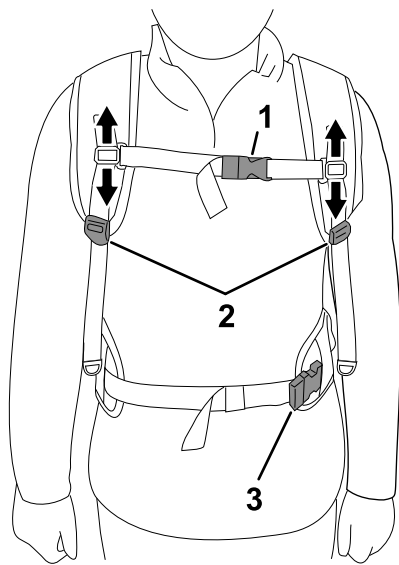

Bild 9
1. Legen Sie den Rucksack an den Schultergurten an und beugen Sie sich nach vorne, so dass der Rucksack bequem auf dem Rücken liegt. Legen Sie den Hüftgurt um und schließen Sie die Hüftgurtschnalle, ziehen Sie den Hüftgurt fest, damit er in Position bleibt (Bild 8 und Bild 9).